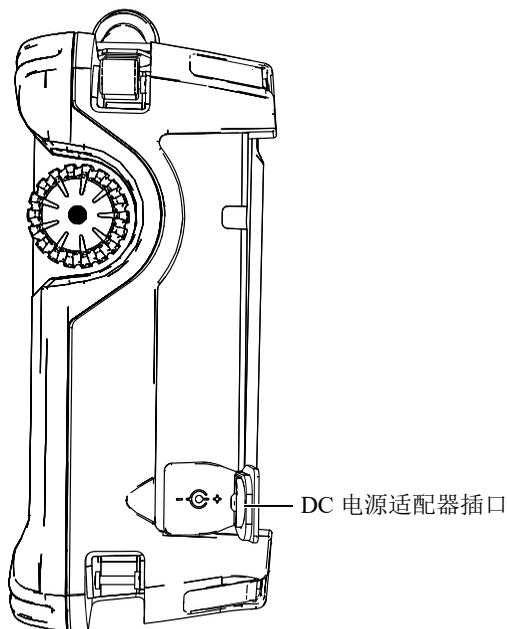

图 3-4 OmniScan SX 仪器的 DC 电源适配器插口
2. 掀起位于 OmniScan SX 仪器右侧面板上、盖住 DC 适配器插口的橡胶密封盖（参见第 41 页的图 3-4）。
3. 将 DC 电源适配器连入到 OmniScan SX 的 DC 电源适配器插口中（参见第 41 页的图 3-4）。